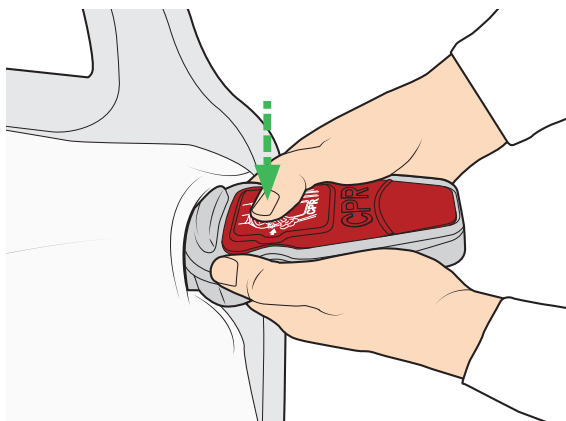

図 30
6. CPR が閉位置にあることを確認してください。(図 30 を参照してください。) CPR 急速収縮ユニットは、いつでもアクセスできるようにしてください。